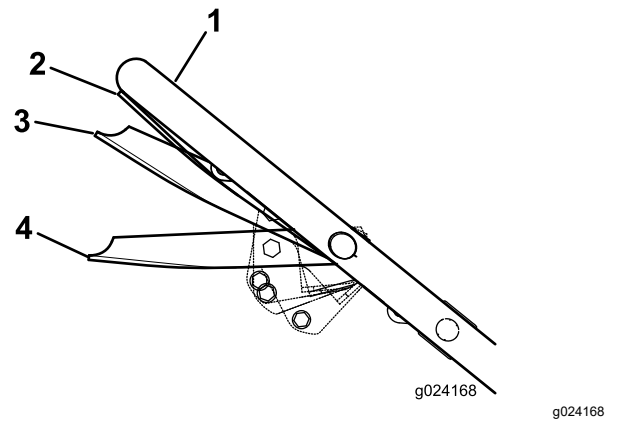

Figura 15
3. Tire de la barra de control de la cuchilla hacia el manillar, hasta la posición MARCHA/AVANCE (Figura 15).
**Importante:** Si cambia de velocidad mientras aprieta la barra de control de la cuchilla contra el manillar en la posición de MARCHA/AVANCE, podría dañar la transmisión. Mueva la barra de control de la cuchilla a la posición MARCHA/CAMBIO (Figura 15) antes de cambiar la velocidad de avance.